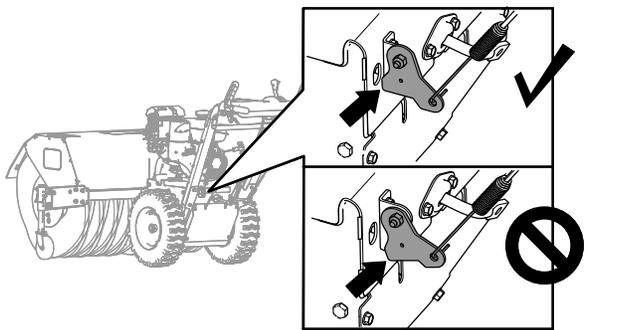

Figure 33
2. Vérifiez l'écart entre le bas du support de câble de traction et la plaque supérieure de la machine (Figure 33).